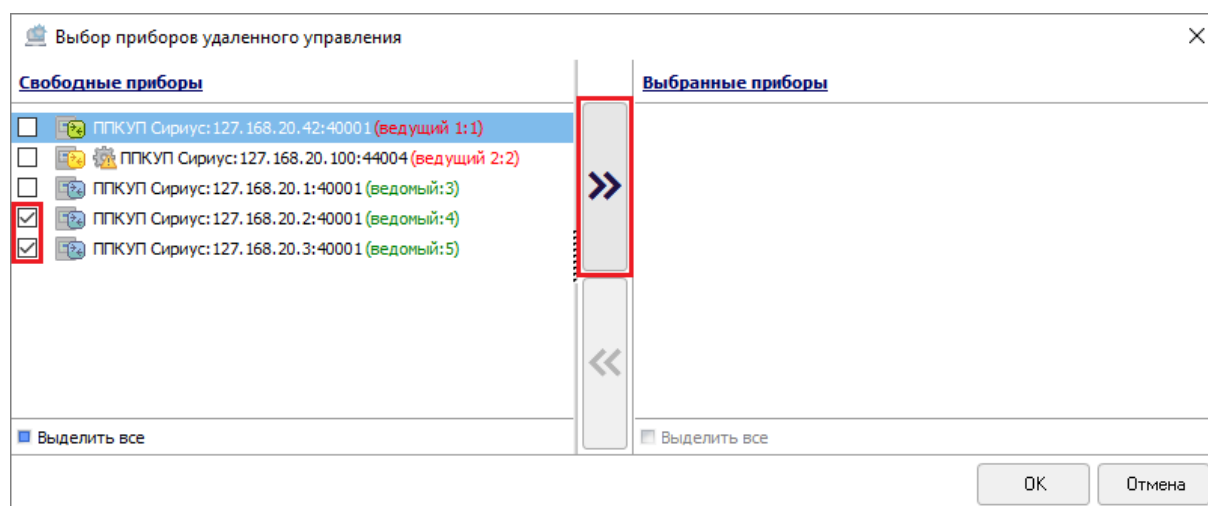

Рисунок 6-269 Выбор ППКУП "Сириус" для добавления межпанельной связи кнопкой переноса
- установите флаги в чекбоксах слева от соответствующих ППКУП «Сириус» в области «Свободные приборы» (чтобы установить/снять флаги для всех ППКУП «Сириус» установите/снимите флаг в чекбоксе «Выделить все» в нижней части области «Свободные приборы») и нажмите кнопку переноса  (см. Рисунок 6-269);